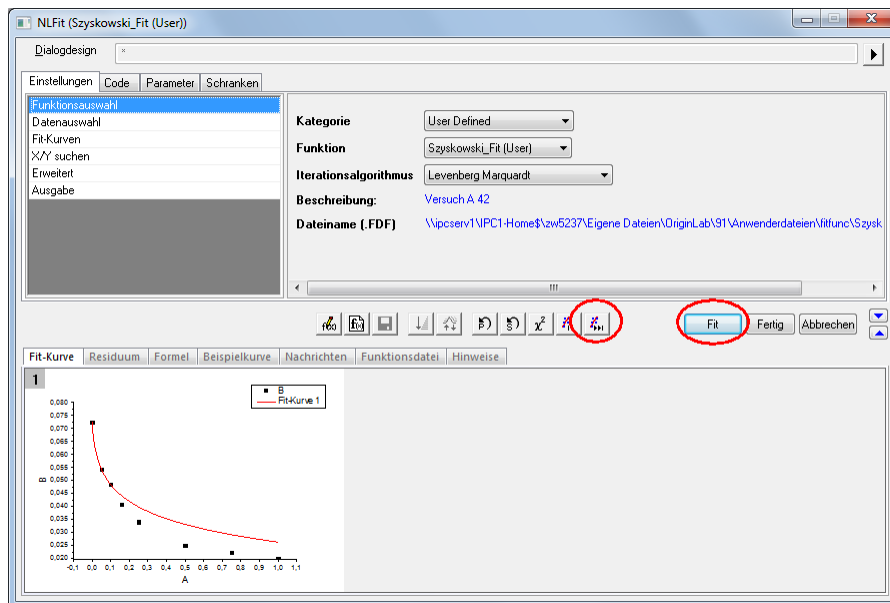

Fig. 7:
- Click ► Fertigstellen, then on the symbol ► Fit bis konvergiert (Fig. 7 )